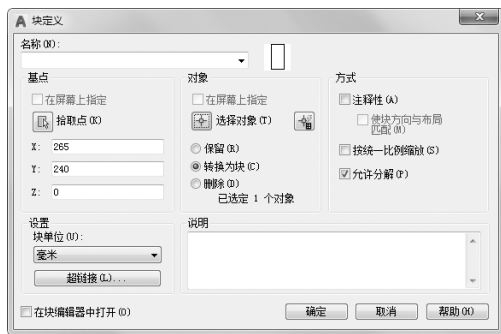

图 6-6 “块定义”对话框
(4) 单击“默认”选项卡“块”面板中的“创建”按钮, 系统弹出“块定义”对话框,如图 6-6 所示。在“名称”文本框中输入“quarter”作为该块的名称。单击“拾取点”按钮, 返回绘图窗口,选中矩形底边中点作为基点。单击“选择对象”按钮, 返回绘图窗口,选中上述四分时刻度的矩形,按〈Enter〉键,返回到“块定义”对话框,单击“确定”按钮,完成块的创建。